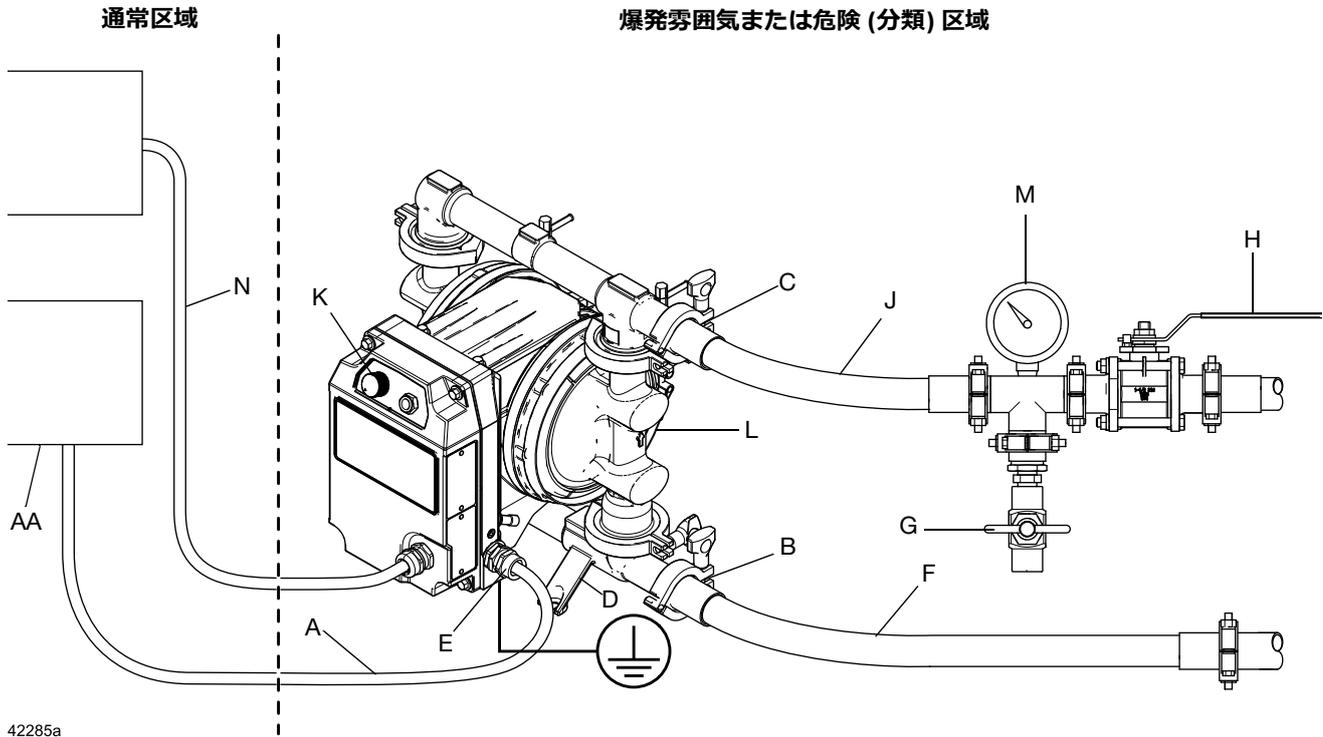

図 4: 爆発雰囲気や危険 (分類) 区域のモデルのための典型的な設置 (永久接続のためにハードワイヤ) (表示されている h30 (QHC) モデル)
代表的な設置例を 図 3 と図 4 に示します。図は、システム構成部品の選択と設置のためのみのガイドです。お客様の必要に応じたシステム設計の支援が必要な場合は、最寄りの販売代理店にご相談ください。必ずグラコ
注: 適切なプライミングのために、液体アウトレットポート (C) を液体インレットポート (B) より高い位置に取り付けてください。図 3 および図 4 に示します。
2. 液体アウトレット近辺に液体ドレンバルブ (G) を設置します。図 3 および図 4 に示します。
以下のアクセサリーを図 3 および 図 4 に示す順序で、必要に応じてアダプタを使用して設置します。